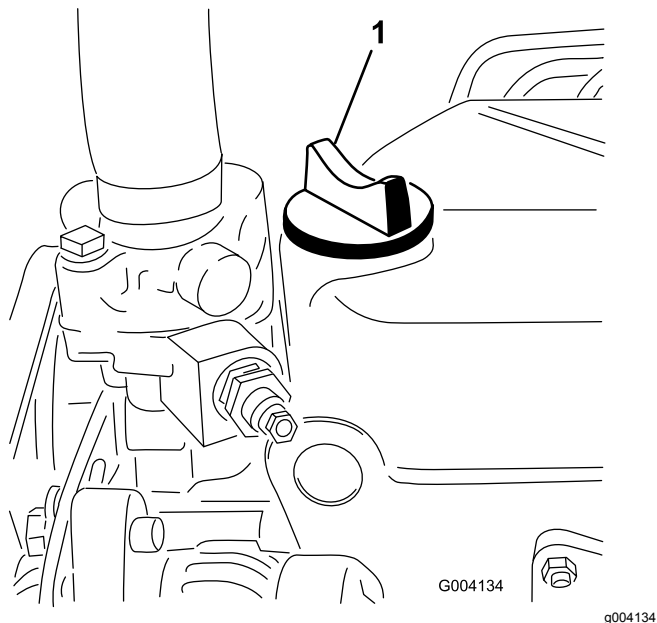

Figura 30
5. Se il livello dell'olio non raggiunge il segno di pieno, togliete il tappo di riempimento (Figura 30) e rabboccate con olio fino a portarlo al segno Full sull'asta di livello.